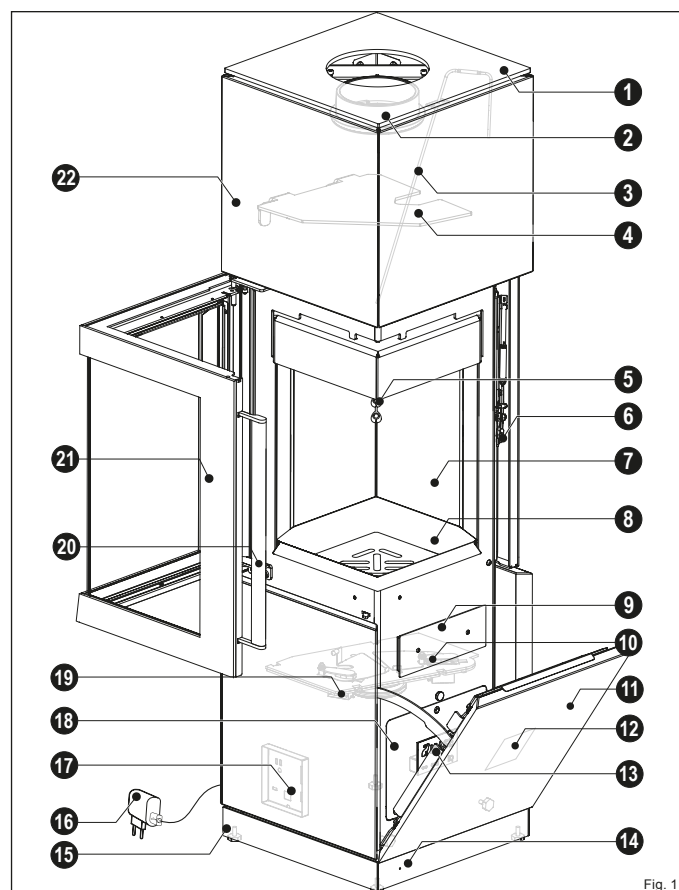

Fig. 1
- Le revêtement du foyer (Fig. 1, pos. 7) est constitué de vermiculite (minéral réfractaire).
- La porte du foyer (Fig. 1, pos. 21) du poêle est à fermeture automatique, c'est-à-dire que la porte du foyer doit être maintenue par la poignée de la porte du foyer (Fig. 1, pos. 20) lors de son ouverture (par exemple, pour ajouter du combustible).
- Lorsque la poignée de la porte du foyer est relâchée, elle tombe dans le loquet de la porte (Fig. 1, point 6) et ferme automatiquement le foyer de manière étanche.
- La technologie iQ (Fig. 1, points 3 ; 10 ; 13 ; 14 ; 17) régule automatiquement le réglage optimal de l'air de combustion et la température du foyer afin de garantir une combustion complète et peu polluante.
- Le poêle se compose d'un corps en acier (Fig. 1, point 22) et, selon le modèle, peut être équipé d'un revêtement en acier, en céramique ou en pierre naturelle pour augmenter l'accumulation de chaleur.
- Le poêle peut être aligné à l'aide des pieds de réglage (Fig. 1, pos. 15) afin de compenser les irrégularités de la surface d'installation.
- Le bac à cendres (Fig. 1, pos. 9) sert de collecteur de cendres et doit être vidé régulièrement.
- Les éléments de commande que sont le bac à cendres et le panneau de commande (Fig. 1, pos. 12) sont accessibles par la porte de commande (Fig. 1, pos. 11).
- La régulation peut être activée et désactivée via le panneau de commande (Fig. 1, point 13).
- La plaque signalétique (Fig. 1, pos. 12) est située à l'intérieur de la porte de service.
- La fiche d'alimentation et le câble USB-C (Fig. 1, point 16) permettent de connecter la technologie iQ au secteur.